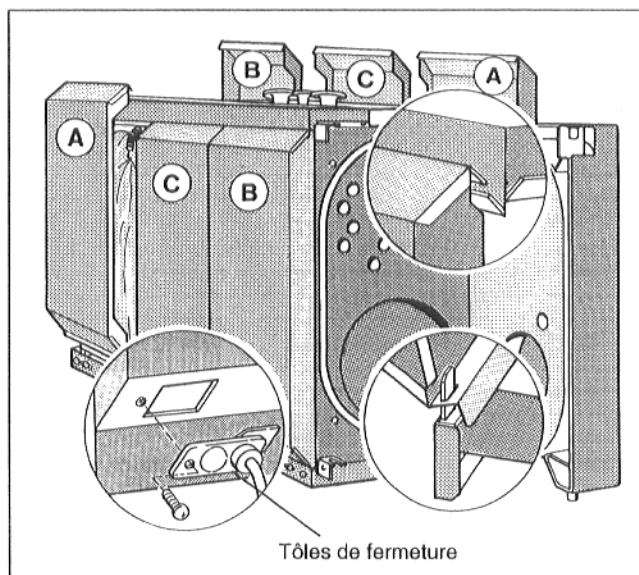

Fig. 12
- Fixer le câble-brûleur en tournant la douille en plastique ou l'écrou (Fig. 12).
Accrocher la tôle de fermeture portant le câble brûleur à la paroi latérale gauche ou droite et la fixer à l'aide de la vis Parker (Fig. 12).
**Remarque :** Respecter les lettres marquées sur les parois latérales (Fig. 12).
- Placer l'extrémité inférieure des 2 ou 3 parties de chaque face latérale gauche ou droite dans leur partie inférieure, puis glisser les fentes sur les languettes de la baguette latérale du cadre, l'extrémité supérieure sera accrocher aux rebord du capot latéral de la chaudière (Fig. 12).